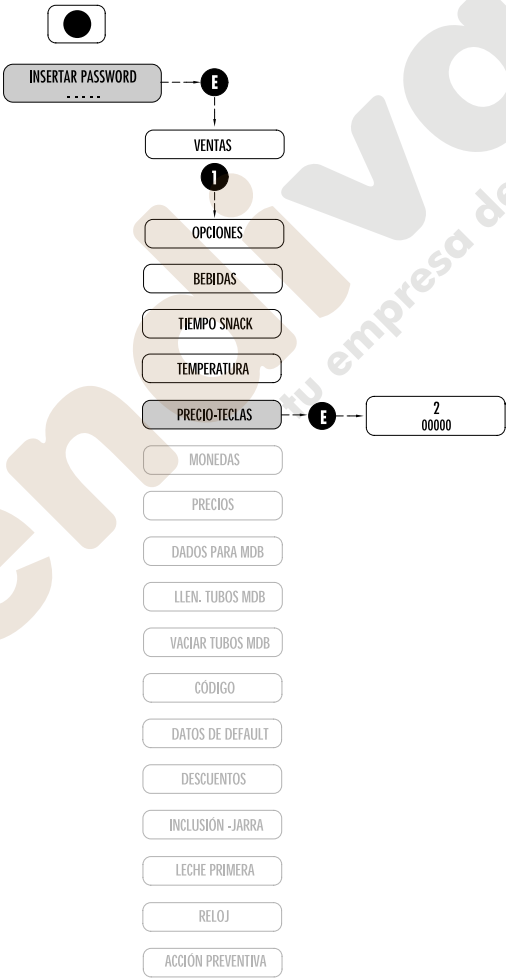

Fig. 7.9
7.2.6 PRECIO-TECLAS (Fig. 7.9)